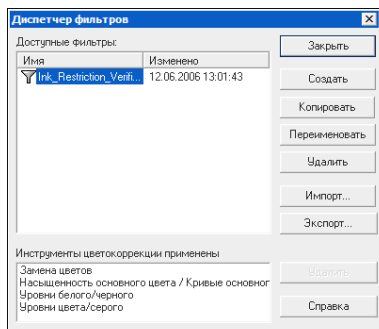

Рис. 15. Диспетчер фильтров
1. Щелкните **Файл > Диспетчер фильтров** (см. рис. 15).